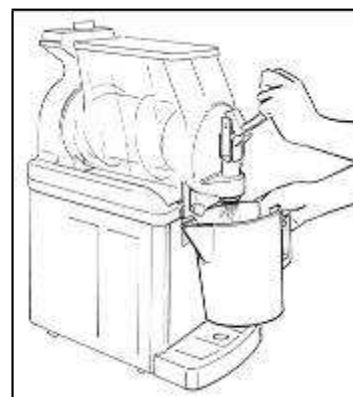

Abb. 26
- Die Maschine im Spülbetrieb einige Minuten laufen lassen, dann den Behälter entleeren und diesen Vorgang so lange wiederholen, bis das Spülwasser klar bleibt (Abb.26).